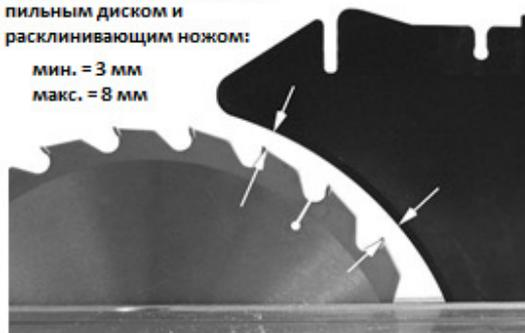

Рис. 8-9
Зазор между пильным диском и расклинивающим ножом должен составлять 3-8 мм. См. Рис. 8-9.
10. Установите на место расклинивающий нож, зафиксируйте его с помощью рычага (А) и проверьте, чтобы зазор между пильным диском и ножом находился в пределах 3-8 мм (Рис. 8-9).